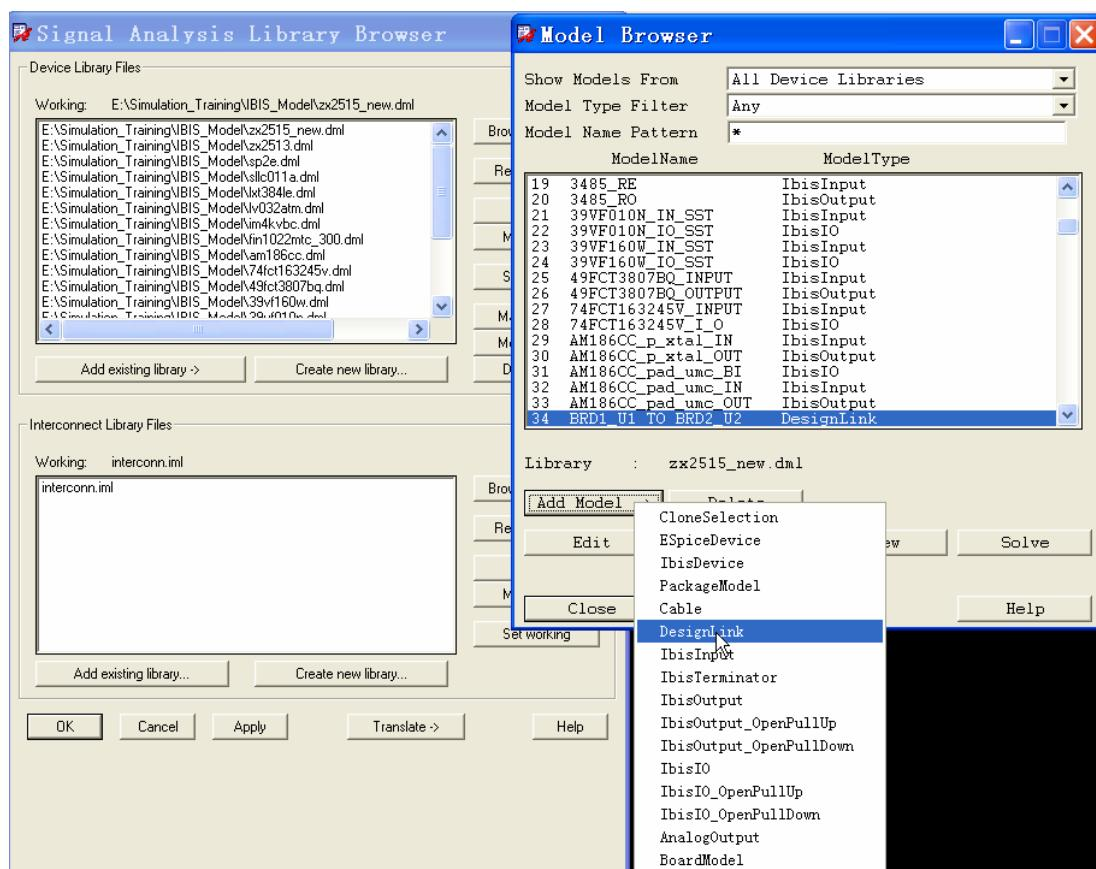

图 7-9 加入 DesignLink 模型
- 1、在 **PCB SI** 窗口中选择 **Analyze—SI/EMI Sim—Library** 菜单，出现 **Signal Analysis Library Browser** 窗口出现，单击 **Signal Analysis Library Browser** 窗口中的 **Browse Models** 按钮（模型浏览器出现），单击 **Add Model** 按钮，选择弹出菜单中的 DesignLink（一个用来输入 DesignLink 名字的对话框将出现），如图 7-9。